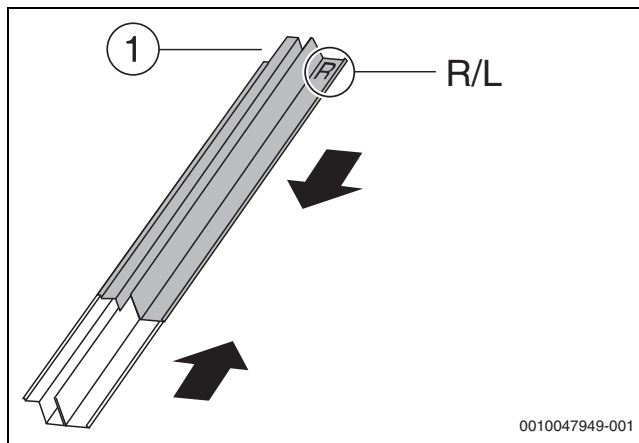

Fig. 58 Emboîtement des tôles de recouvrement latérales (vertical)
- La pièce supérieure est reconnaissable à son pli découpé (→ figure 58, [1]).